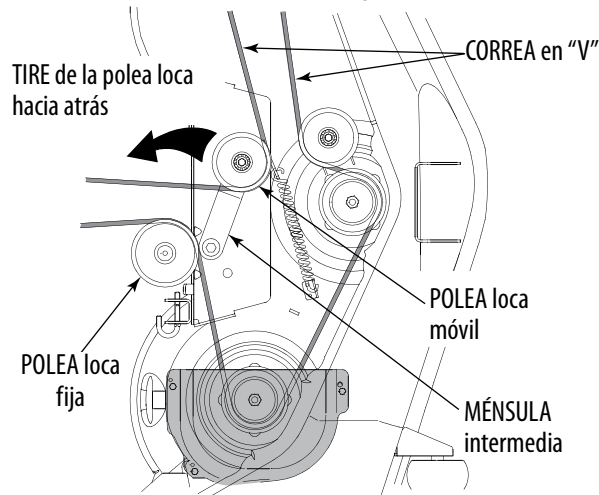

Figura 7-3
- Desde la parte media del tractor, haga girar el soporte de polea loca y la polea loca móvil hacia atrás, separándolos de la parte posterior de la correa en 'V' a una distancia suficiente que permita levantar la correa hacia arriba, por encima de la polea loca. Vea la Figura 7-3.
- Oriente el lado trasero de la correa alrededor de la polea loca fija de la plataforma. Vea la Figura 7-3.
- Desde la parte media del tractor, haga girar el soporte de la polea loca/polea móvil hacia atrás contra la tensión del resorte y deslice la parte trasera de la correa en la polea loca móvil. Vea la Figura 7-3.
- Asegúrese de que la correa esté en las poleas del husillo de la plataforma y que el lado trasero de la correa esté contra las poleas locas fija y móvil. Vea la Figura 7-3.